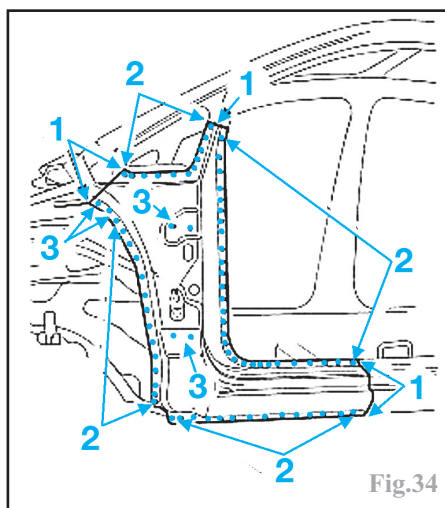

Fig.34
Soudage en cordon continu sous gaz protecteur (1), par résistance par points (2) et par bouchonnage (3) (Fig.34)